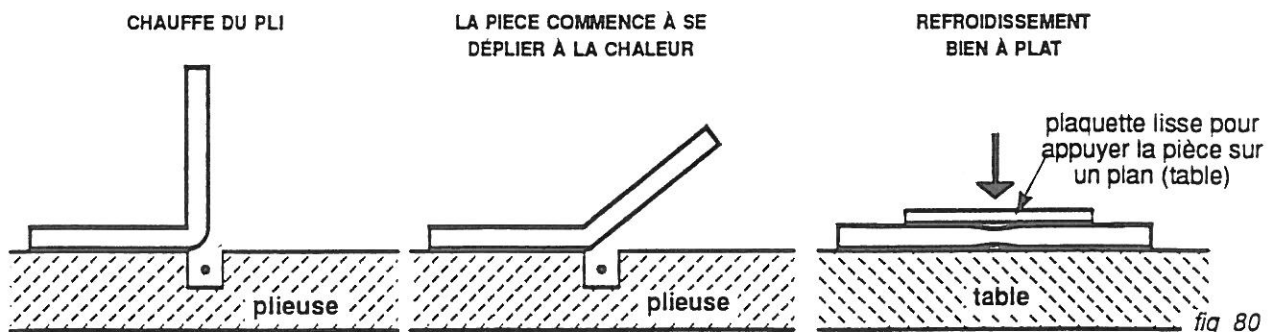

fig 80
- Une pièce mal pliée peut être redépliée et même plusieurs fois (fig. 80). Pour cela, il faut réchauffer le pli jusqu'à ce que la pièce commence à se déplier toute seule. En réchauffant le pli, la pièce a toujours tendance à reprendre sa forme initiale. Il faut attendre un refroidissement complet de la pièce dépliée avant de la plier à nouveau.